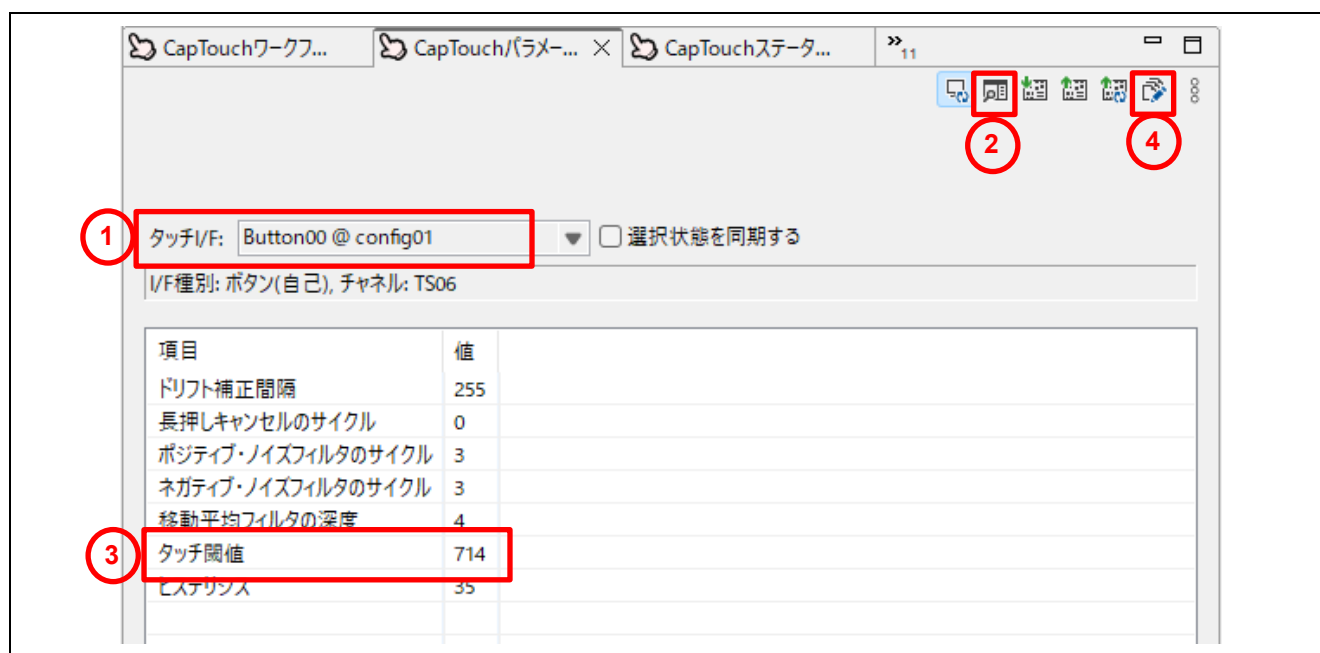

図 4-3 モニタリング機能を使用した感度調整画面
上記の手順番号 1～4 の設定は、図 4-3 の①～④で操作します。